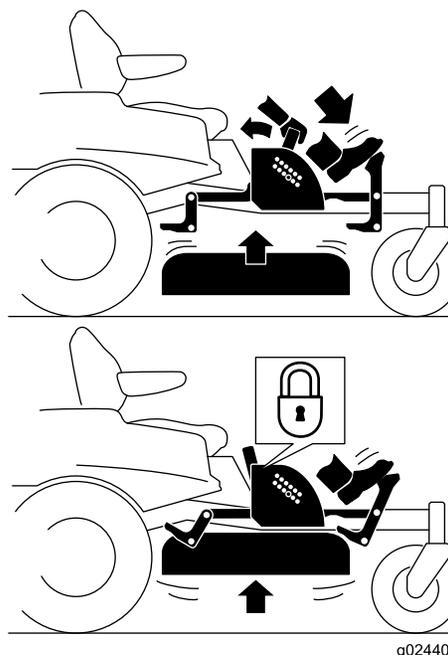

Bild 28
- Treten Sie auf das Mähwerkhubpedal, um das Mähwerk anzuheben; treten Sie solange auf das Pedal, bis das Mähwerk in der Transportstellung arretiert ist (Bild 28).
- Treten Sie auf das Mähwerkhubpedal und ziehen Sie den Transportsperrehebel nach hinten, um die Transportsperre zu entriegeln (Bild 28).
- Treten Sie auf das Mähwerkhubpedal und ziehen Sie den Hebel nach hinten, um die Transportsperre zu entriegeln (Bild 28).